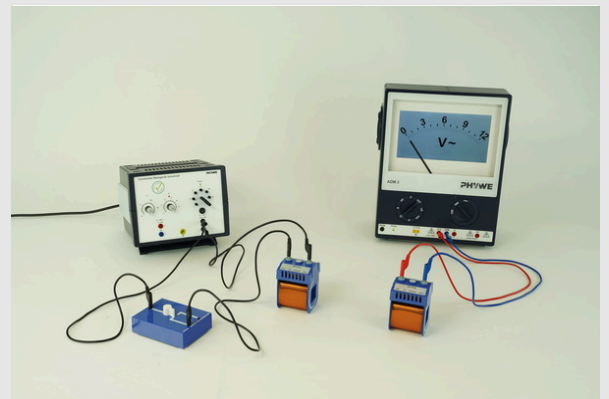

Abb. 2
- Wähle die Primärspannung von  $U_P = 15\text{V}$  und erhöhe entsprechend Abbildung 2 schrittweise den Abstand der Spulen: z.B. in Schritten von 5 cm bis ca. 20 cm. Beobachte bei jedem Schritt die Spannungsanzeige am Demonstrationsmultimeter.